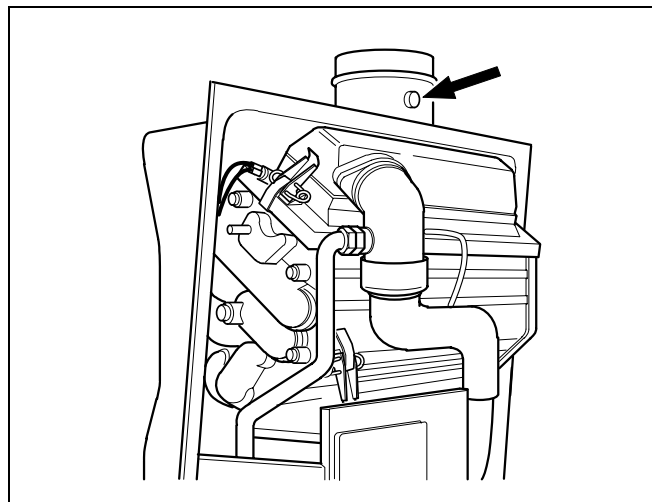

Abb. 26 Messstelle für Abgas
- CO₂-Anteil an der Messstelle für Abgas (Abb. 26) messen und notieren.
Messstelle siehe Abb. 26.